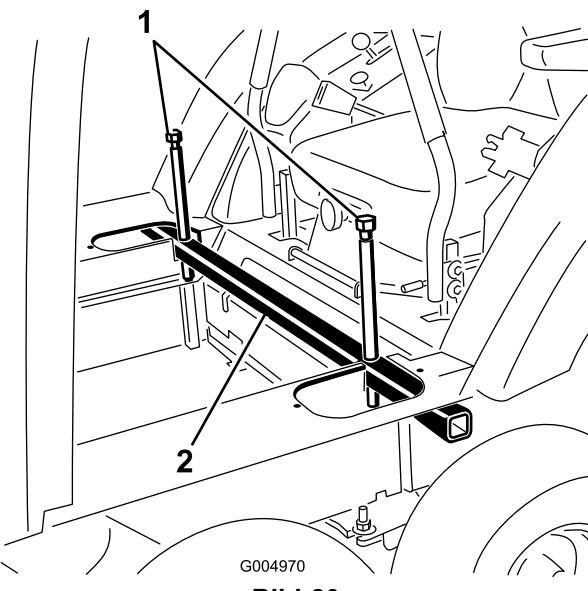

Bild 80
29. Bringen Sie das Wagenheberrohr der Kabine in den Ausschnitten im Kabinenboden an (Bild 80).